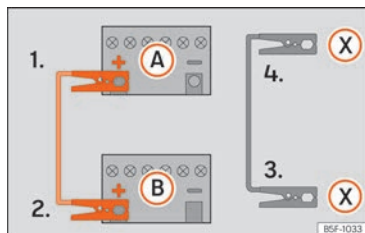

Fig. 81 Schema elettrico per i veicoli dotati di sistema Start-Stop.
- 4b. *Nei veicoli con sistema Start/Stop:* collegare un'estremità del cavo nero di emergenza (X) a un terminale di massa idoneo, a un elemento metallico massiccio avvitato al monoblocco del motore o al monoblocco stesso » » » fig. 81.
5. Collegare l'altra estremità del cavo nero (X), al monoblocco del motore del veicolo con la batteria scarica oppure ad un elemento metallico massiccio annesso al monoblocco e comunque non nelle immediate vicinanze della batteria (A).